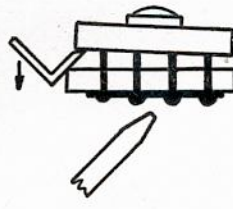

Fig. 2-2-3
b) Chauffer simultanément les endroits soudés, après avoir disposé un levier entre la partie supérieure de la plaque et la pièce à changer (fig. 2-2-3).